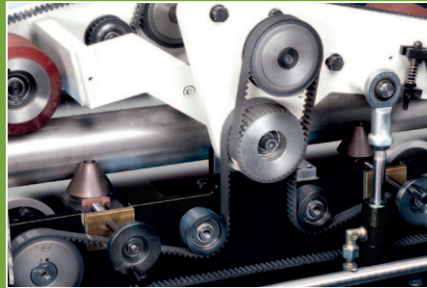

Rys. 40. Schemat montażowych dźwigarów aluminiowych (lub dźwigarów stalowych bez sworznia) wraz ze sposobem ich stężenia
Wartości obciążenia poszczególnych dźwigarów stalowych w zestawach typowych (do 24,2 m) podaje tabl. 1. Należy zwrócić jednak szczególną uwagę na to, że w przypadku braku stężeń poziomych, stężeń typu A oraz wzmocnień rurami i złączami (w zależności od wariantu montażowego i długości dźwigara), nośność dźwigarów jest wielokrotnie mniejsza. W wariantach z dźwigarami stalowymi bez sworznia (dźwigary o długościach 5,2 m i 6,2 m) montaż należy przeprowadzić identycznie jak w przypadku dźwigarów aluminiowych (rys. 40), zwracając szczególną uwagę na odpowiednie stężenie w płaszczyznach poziomych i pionowych.
* wymagane wzmocnienie stężeniami typu A zamontowanymi w polach umieszczonych bezpośrednio nad dźwigarami – rys. 40;
Dźwigary aluminiowe – pasy górne i dolne tych dźwigarów są wykonane z rur o średnicy $\varnothing 48,3$ mm i grubości ścianki 4,0 mm. Montaż tej części konstrukcji, gdzie one występują, należy rozpocząć od przymocowania dźwigarów (przy końcach pasów górnych i dolnych) do ram za pomocą złącz krzyżowych. Następnie pomiędzy dźwigarami należy za pomocą złącz krzyżowych zamontować ramkę korygującą 1000 – tak, aby belki z bolcami ramki korygującej i sąsiadujących ram znajdowały się na jednakowej wysokości i istniała możliwość założenia na nich pomostów. Pasy górne dźwigarów stężyć za pomocą rur stalowych $\varnothing 48,3 \times 3,2$ mm oraz złącz obrotowych i krzyżowych wg schematów na rys. 40.
W przypadku rusztowań z konsolami 0,32 m zamontowanymi na każdej kondygnacji od strony wewnętrznej i konsolami 0,74 m zamontowanymi na ostatniej kondygnacji od strony zewnętrznej, należy zastosować wzmocnienia stężeniami typu A (wg rys. 40 oraz tabl. 2). Dalej montaż rusztowania kontynuować wg ogólnych zasad opisanych w Instrukcji montażu.